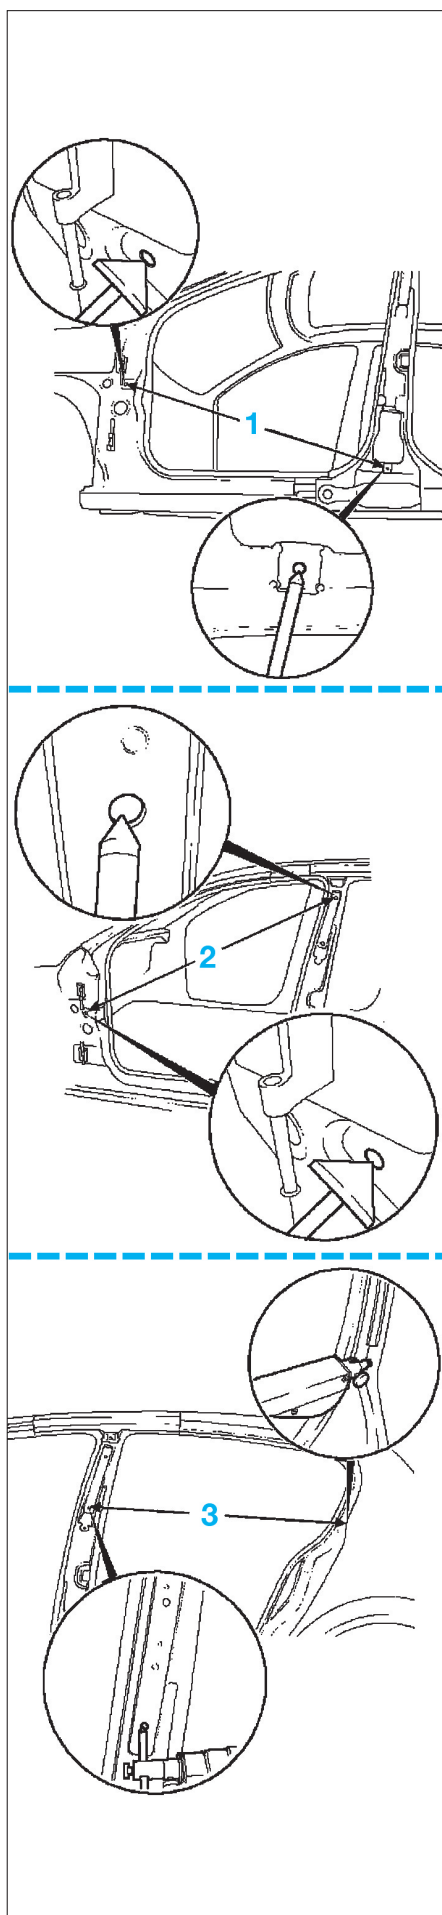

FIG. 75
- Ajuster le renfort de montant B en tenant compte des cotes (fig. 75) :